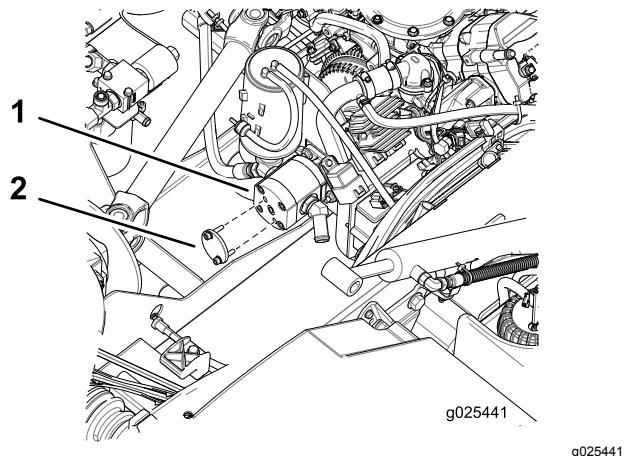

図 6
1. ポンプ内部に異物を入れないように、ポンプのエンドキャップ取り付け部周辺をウェスできれいに拭く(図 6)。
2. ポンプにエンドキャップを固定しているボルト2本を外す図 6。エンドキャップを外す。